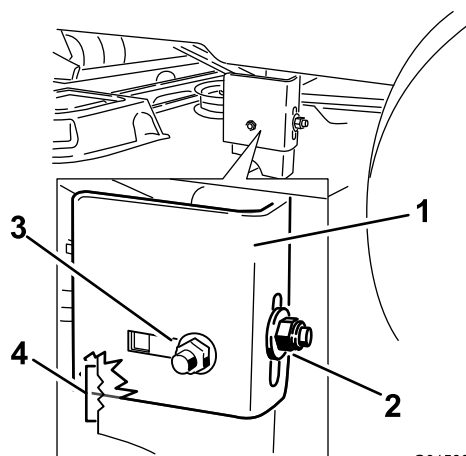

Figura 52
13. Fermate il piatto di taglio nella posizione regolata e serrate il dado di bloccaggio posteriore sul supporto di sospensione per fissare la nuova posizione (Figura 52).